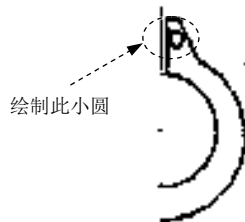

图 17.2.11 绘制小圆
Step7. 绘制图 17.2.11 所示的小圆。选择 **绘图(U)** → **圆(C)** → **圆心、直径(D)** 命令，输入圆心点坐标值 (8.3,18.8) 后按 Enter 键，输入直径值 8 后按 Enter 键。